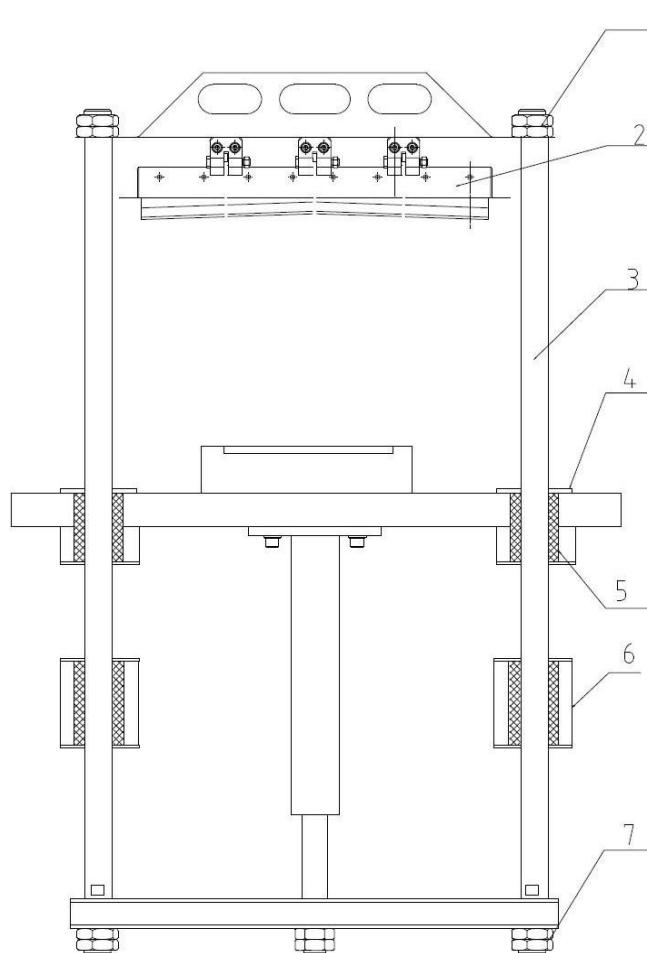

Abb. 9
3. Die Mutter (Abb. 9, Pos. 1) losschrauben.
4. Der obere Messerhalter (Abb. 9, Pos. 2) abbauen.
5. Die Mutter (Abb. 9, Pos. 7) losschrauben.
6. Die Stange (Abb. 9, Pos. 3) hochziehen.
7. Die Verschlussdeckel (Abb. 9, Pos. 4) abnehmen.
8. Die Hülsen (Abb. 9, Pos. 5) rausschlagen.